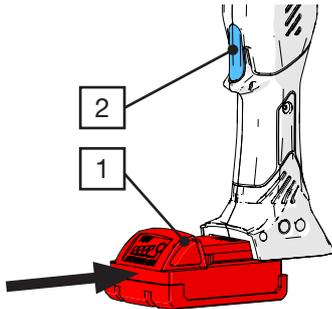

Abb. 6: Einsetzen des Akkus
- Halten Sie den START-Knopf (Abb. 6/2) gedrückt und schieben Sie den Akku (Abb. 6/1) wieder ein. Die Status-LEDs blinken rot.